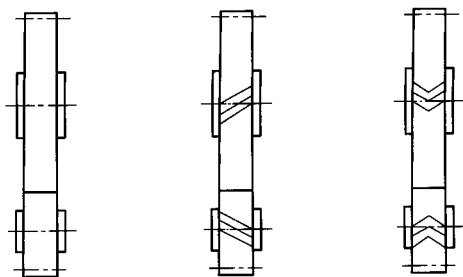
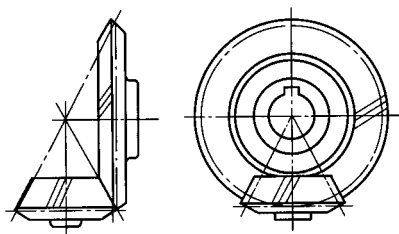

图 10 圆柱齿轮副的啮合画法——外啮合(二)
图 14 轴线正交的锥齿轮副的啮合画法(二)
- 4.2 在平行于圆柱齿轮、锥齿轮轴线的投影面的视图中,啮合图的齿顶线不需画出,节线用粗实线绘制,其他处的节线用细点画线绘制(图10、图14)。